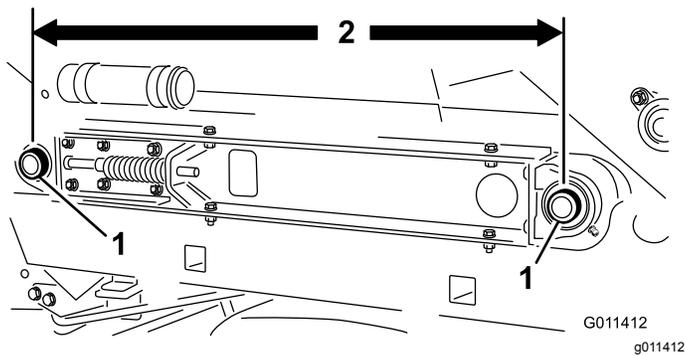

Рисунок 27
3. Убедитесь, что расстояния между осями роликов ленты транспортера (Рисунок 27) с каждой стороны машины одинаковы (примерно 89,5 см).